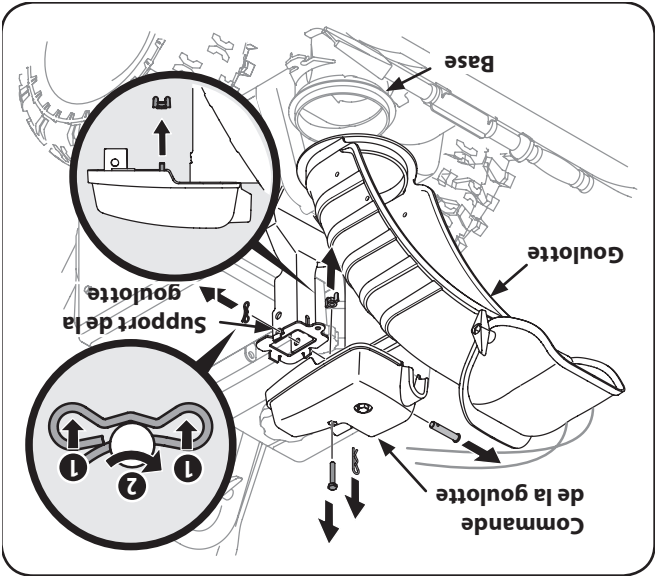

Figure 3-4
1. Retirez la goupille fendue, l'écrou à oreilles et la vis hex. qui se trouvent sur la commande de la goulotte. Retirez l'axe de chape et la goupille papillon du support de la goulotte. Voir la Figure 3-4.